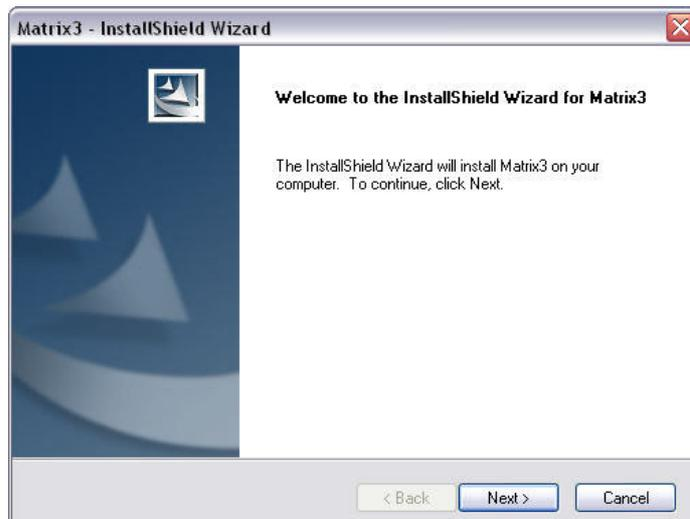

FIG. 17
10. Cliquez sur "NEXT" (Suivant). L'"InstallShield Wizard" (Assistant d'installation) de Matrix3 commence l'installation (FIG. 17).